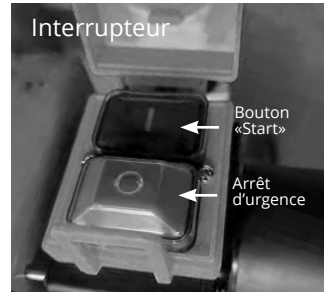

Fig. 4
3. Appuyez sur le bouton vert (Fig 4).
Appuyez sur le bouton d'arrêt d'urgence (rouge) pour arrêter le moteur (Fig 4).